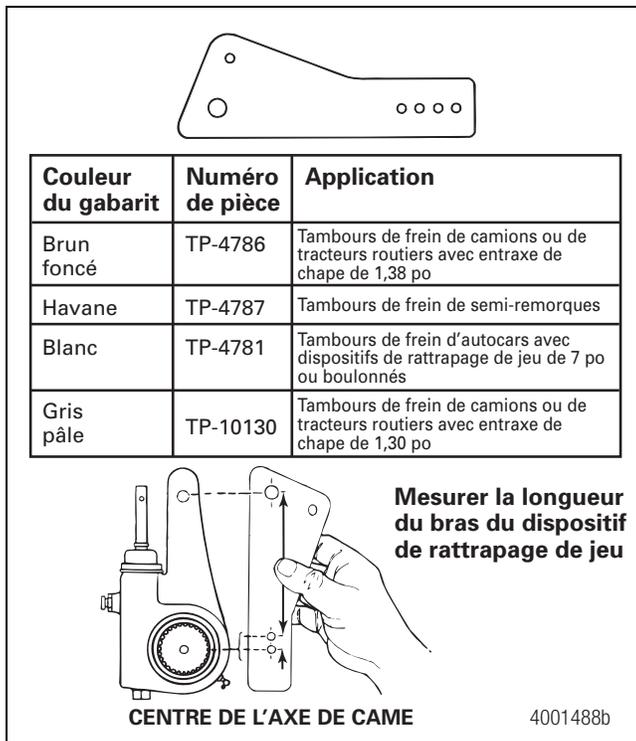

Figure 5.15
1. Utiliser le gabarit du dispositif de rattrapage de jeu automatique Meritor approprié pour mesurer la longueur du dispositif de rattrapage de jeu. Figures 5.15, 5.16, 5.17, 5.18, 5.19 et 5.20. Les repères figurant près des trous de la petite extrémité du gabarit indiquent la longueur du dispositif de rattrapage de jeu. Se reporter au tableau E.